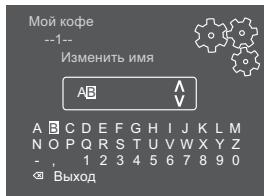

Рис. 18: Изменение имени профиля пользователя
- 5. Выберите с помощью кнопок со стрелками отдельные символы, подтверждая выбор нажатием на "Меню/ок" (см. Рис. 18).